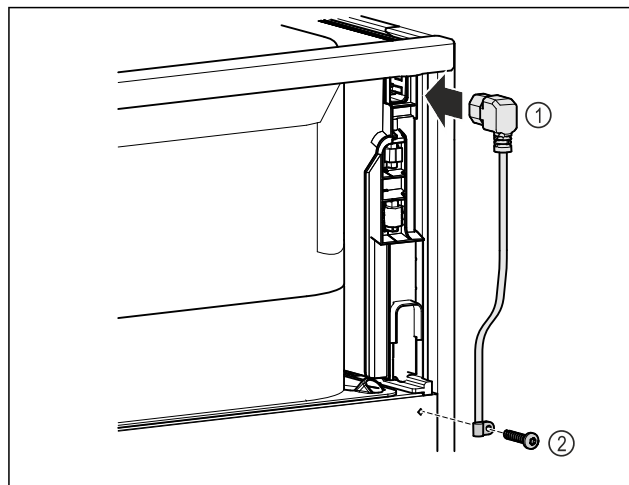

Fig. 11
► Introduceți mufa pentru puteri mici de la conductorul de racord la rețea Fig. 11 (1) pe partea posterioară a aparatului.
► Montați siguranța antismulgere. Fig. 11 (2)